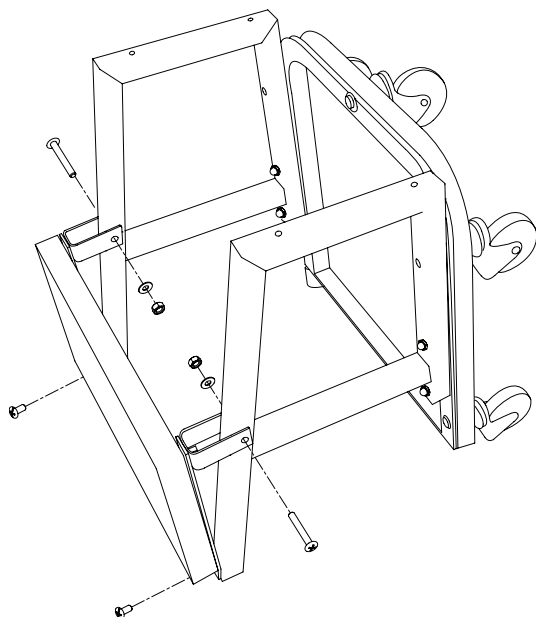

Figura 2: Fijación del asiento de la plataforma rodante
2. Fije el asiento de plataforma rodante a los marcos laterales de la plataforma rodante con dos tornillos Phillips M6 x 40, con arandelas y tuercas, y dos tornillos Phillips M6 x 14 como se muestra en la Figura 2.